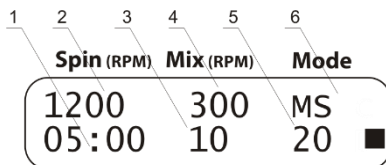

Рисунок 4. Центрифуга + vortex
- 5.9.1. Выберите режим чередующихся центрифугирования и вортиксирования (индикация **M.S.** параметра **Mode**, рис. 4/6).
- 5.9.2. Установите необходимую скорость центрифугирования: от 300 до 1500 об/мин (шаг —100 об/мин, рис. 4/2).
- 5.9.3. Установите время центрифугирования от 1 с до 30 мин. (шаг 1 с, после 1 мин. - 1 мин., рис. 4/1).
- 5.9.4. Установите скорость вортиксирования от 300 до 1200 об/мин (шаг 100 об/мин, рис. 4/4).
- 5.9.5. Установите время вортиксирования от 1 до 60 с (шаг 1 с, рис. 4/3).
- 5.9.6. Установите число повторений цикла, от 1 до 999 (рис. 4/5).